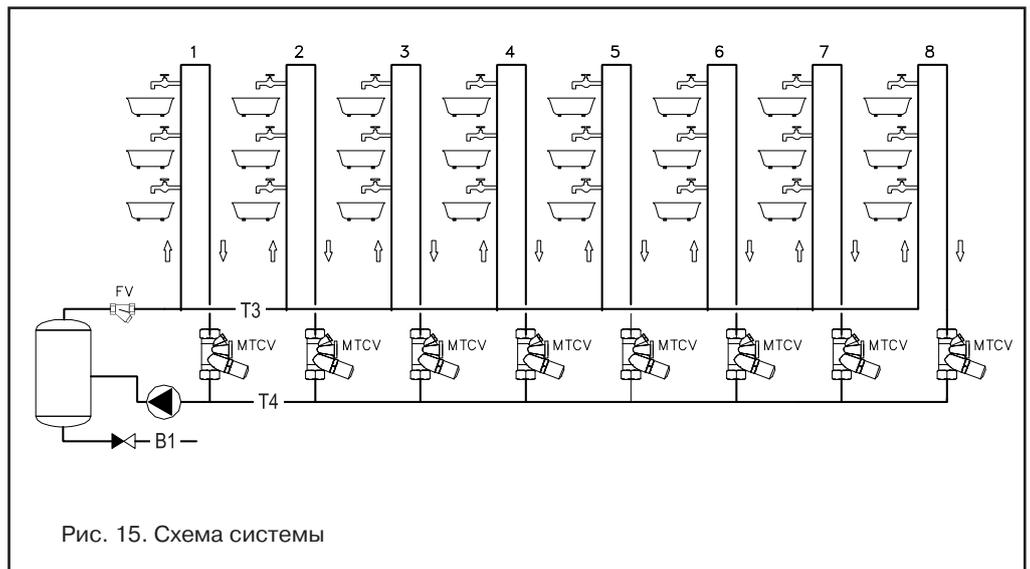

Рис. 15. Схема системы
k_v - соответствует Рис. 15,
- После того, как величина расхода рассчитана, используйте Рис. 15.